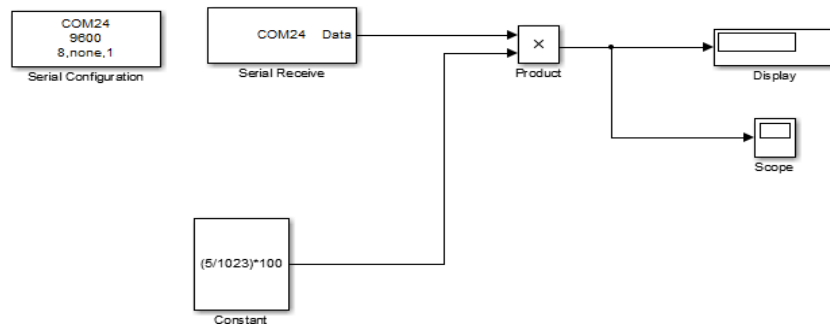

Figure 5 Acquisition de la température sous instrument Control Toolbox
- Implémenter le régulateur dans la carte arduino pour les valeurs trouvées et réaliser la structure Simulink figure 5(déduire le code de régulateur à retard de phase à partir de code du régulateur pid donné)